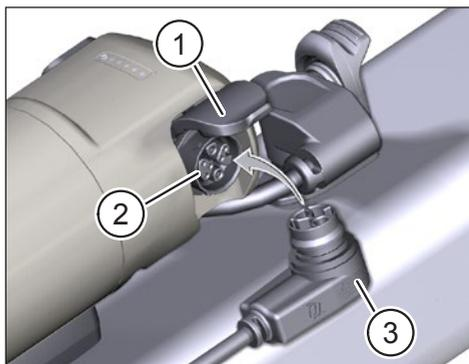

Fig. 9: Cargar Range Extender
- ▶ Despliegue la tapa (Pos. 1 en Fig. 9) del puerto de carga del Range Extender.
- ▶ Compruebe que los terminales del puerto de carga (Pos. 2 en Fig. 9) no tengan suciedad y límpielos si es necesario.
- ▶ Introduzca la clavija de carga (Pos. 3 en Fig. 9) del cargador en el puerto de carga de la Range Extender.